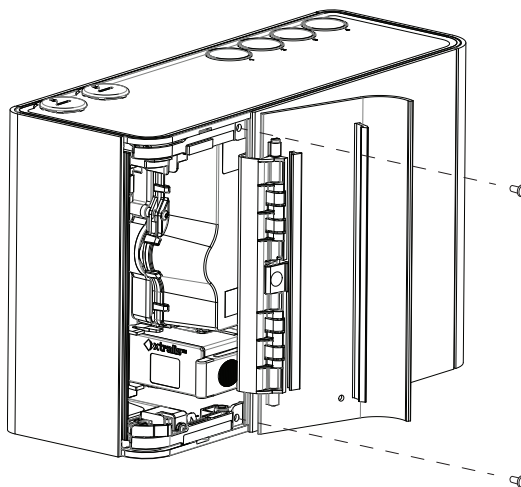

Figura 7-8: Extracción del tablero: retirada de los tornillos
2. Retire los dos tornillos a lo largo de la bisagra de la puerta, como se muestra en la Figura 7-8.